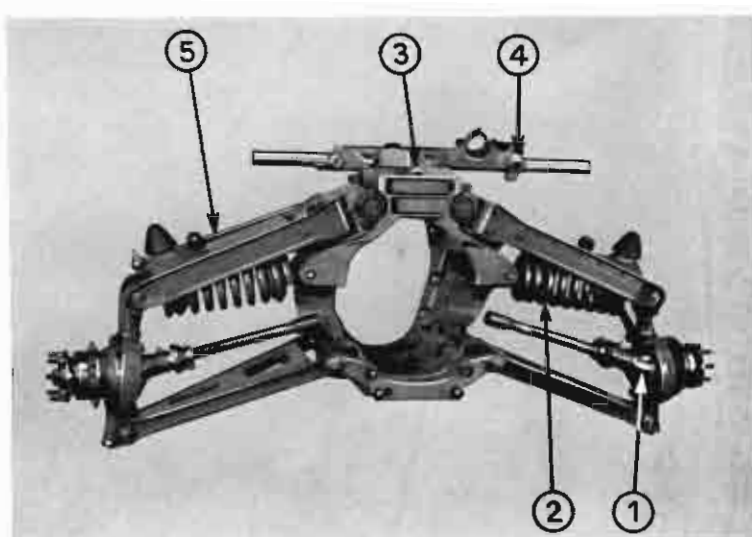
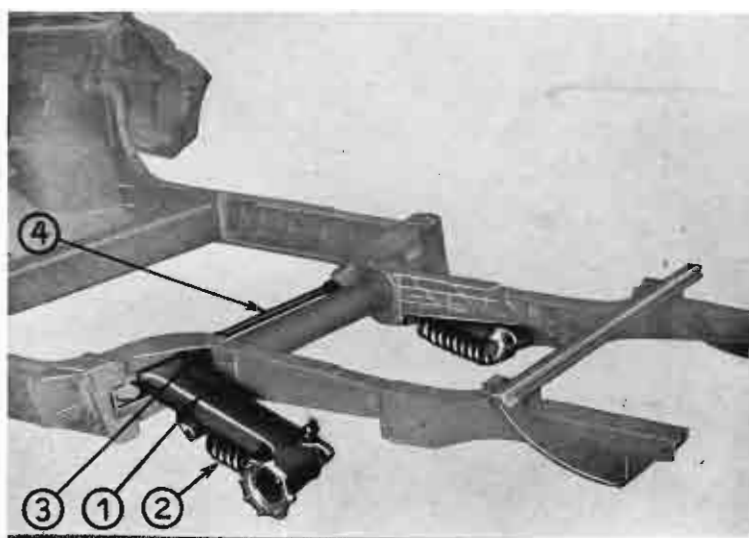

Fig. 5
Fig. 6
Les roues avant sont motrices et indépendantes (fig. 5).
A l'avant, la liaison des roues au châssis est réalisée par 4 bras transversaux; à l'arrière, les roues sont également indépendantes et reliées au châssis par deux bras longitudinaux (1) articulés dans des cônes en caoutchouc (3), (fig. 6).
Le roulis est combattu par deux stabilisateurs, un ressort en spirale (3) (fig. 5) placé à l'avant dans l'axe du châssis entre deux leviers solidaires des bras de suspension supérieurs et une barre de torsion (4) (fig. 6) reliant les bras de suspension arrière au droit de leur axe commun d'articulation.